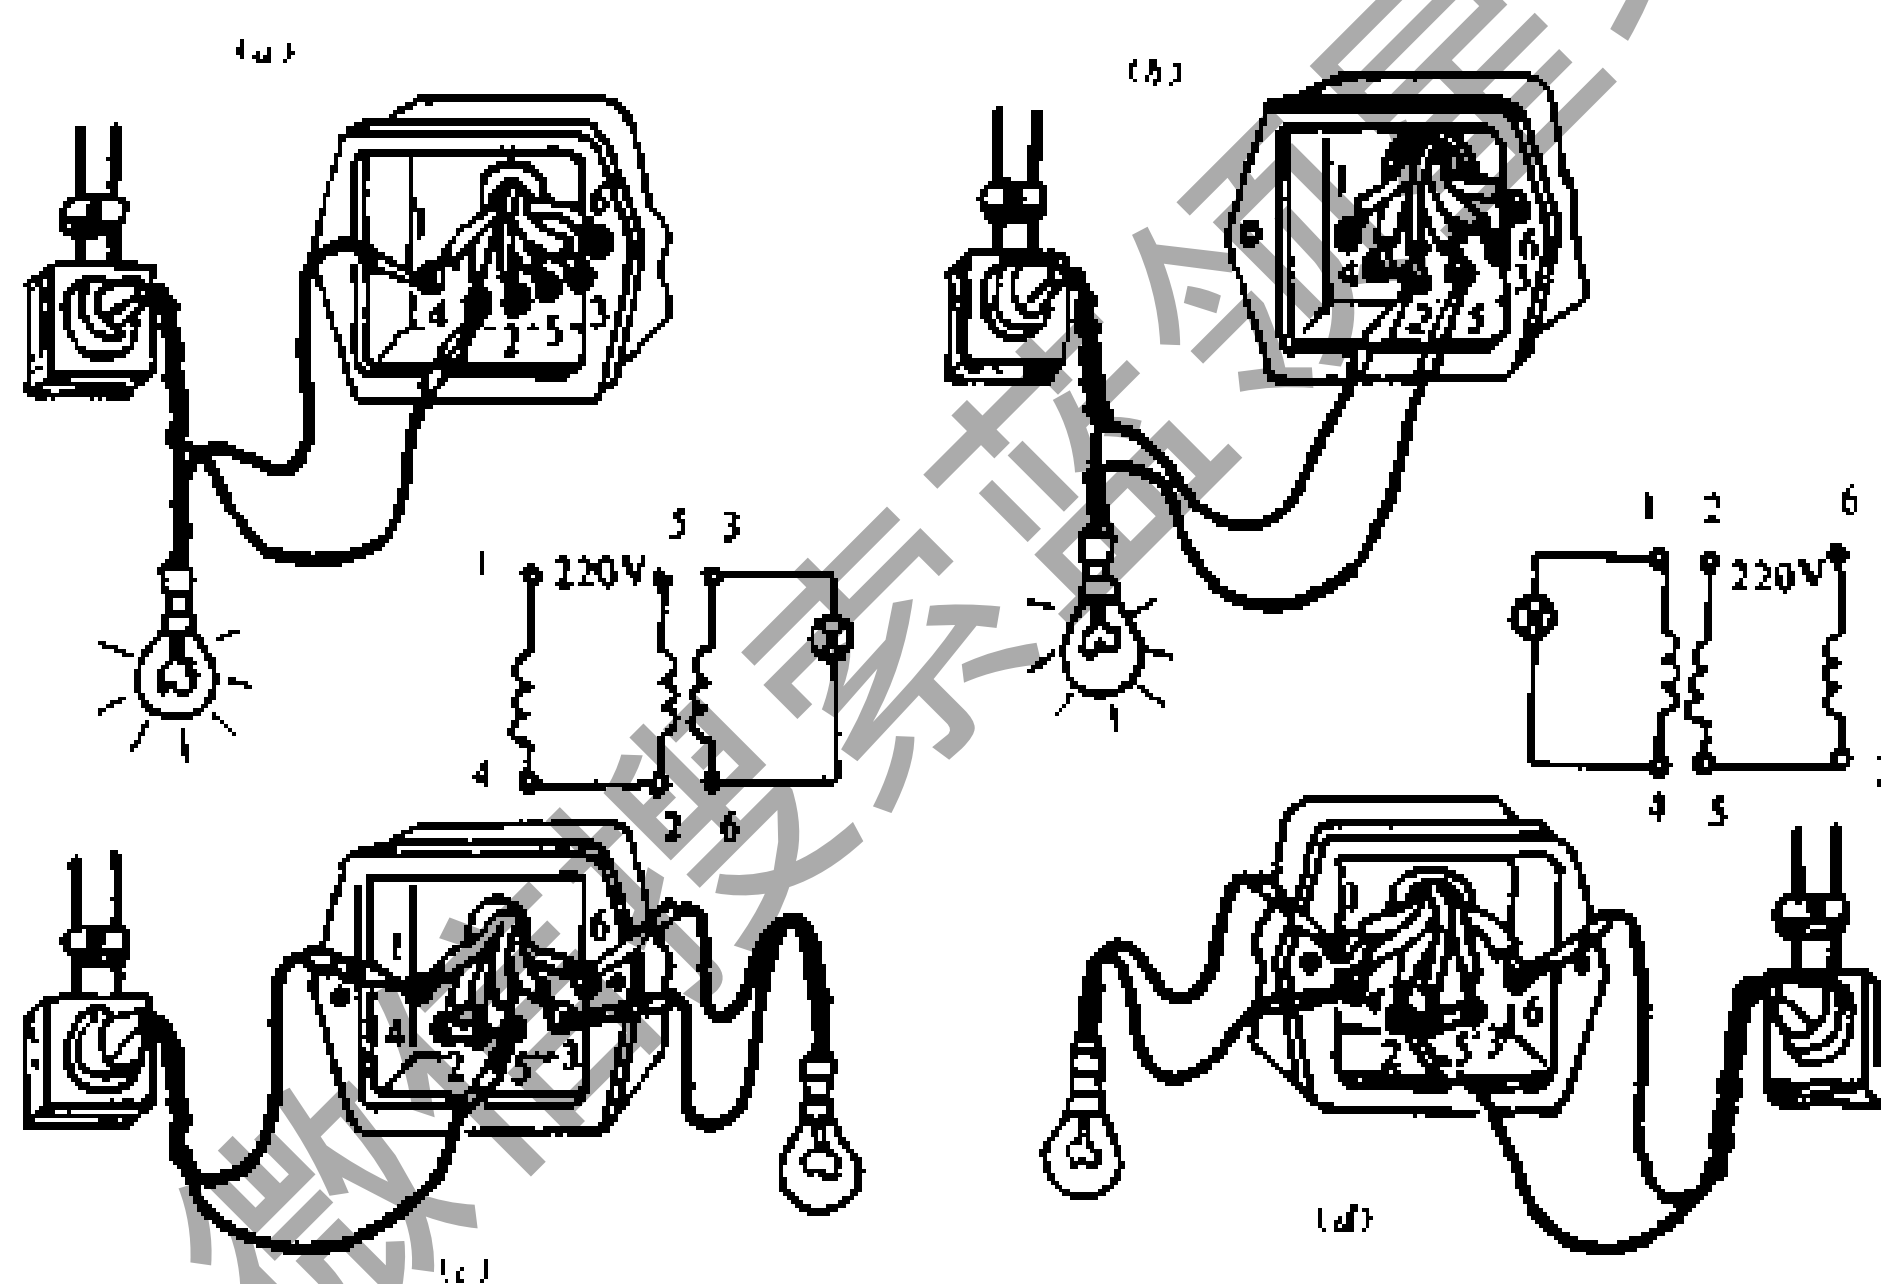

图4-28 用交流电源和灯泡判断绕组的首、尾端
(2) 交流法:
①找出每相绕组的两个抽头,如图4-28(a)所示,取220V25W以上电灯一盏,串接在220V电源上。把电灯的一个线头与电动机的任何一个抽头连接,并把这个抽头记为“1”。把电源的另一个线头依次与电动机其余5个抽头接触,当接触到电动机某一个抽头而电灯发光时,说明这个抽头与“1”是同一个绕组,并记上“4”〔图4-28(b)〕。用同样的方法可以判断出另一相绕组,并把两个抽头记上“2”、“5”。余下两个抽头是同一相绕组,就可记上“3”、“6”。
②判断每相绕组的首尾:先假定上面的编号是正确的,如图4-28(c)所示,把“4”、“2”连接,“1”、“5”接通电源,“3”、“6”接上电灯。通电后,如果灯丝发红,说明“2”、“5”的编号正确;灯丝不发红,只要把“2”、“5”编号对换即可。如图4-28(d)所示,把“5”、“3”连接,“2”、“6”接通电源,“1”、“4”接灯泡、灯丝发红,说明“3”、“6”编号正确,如果灯丝不发红,只要把“3”、“6”编号对换即可。